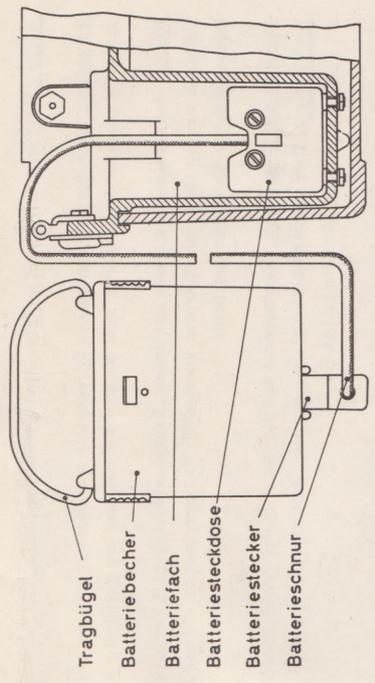

Abb.3 Betrieb bei großer Kälte
- 1.4 Betrieb bei grosser Kälte: Bei Verwendung des FF-OB/ZB bei grosser Kälte soll der Batteriebecher - um die Monozellen betriebsbereit zu halten - in Körpfernähe getragen werden. Als Verbindung zwischen Batteriebecher und FF-OB/ZB dient dabei die im Deckel untergebrachte Batterieschnur (siehe Abb. 3 und 6).